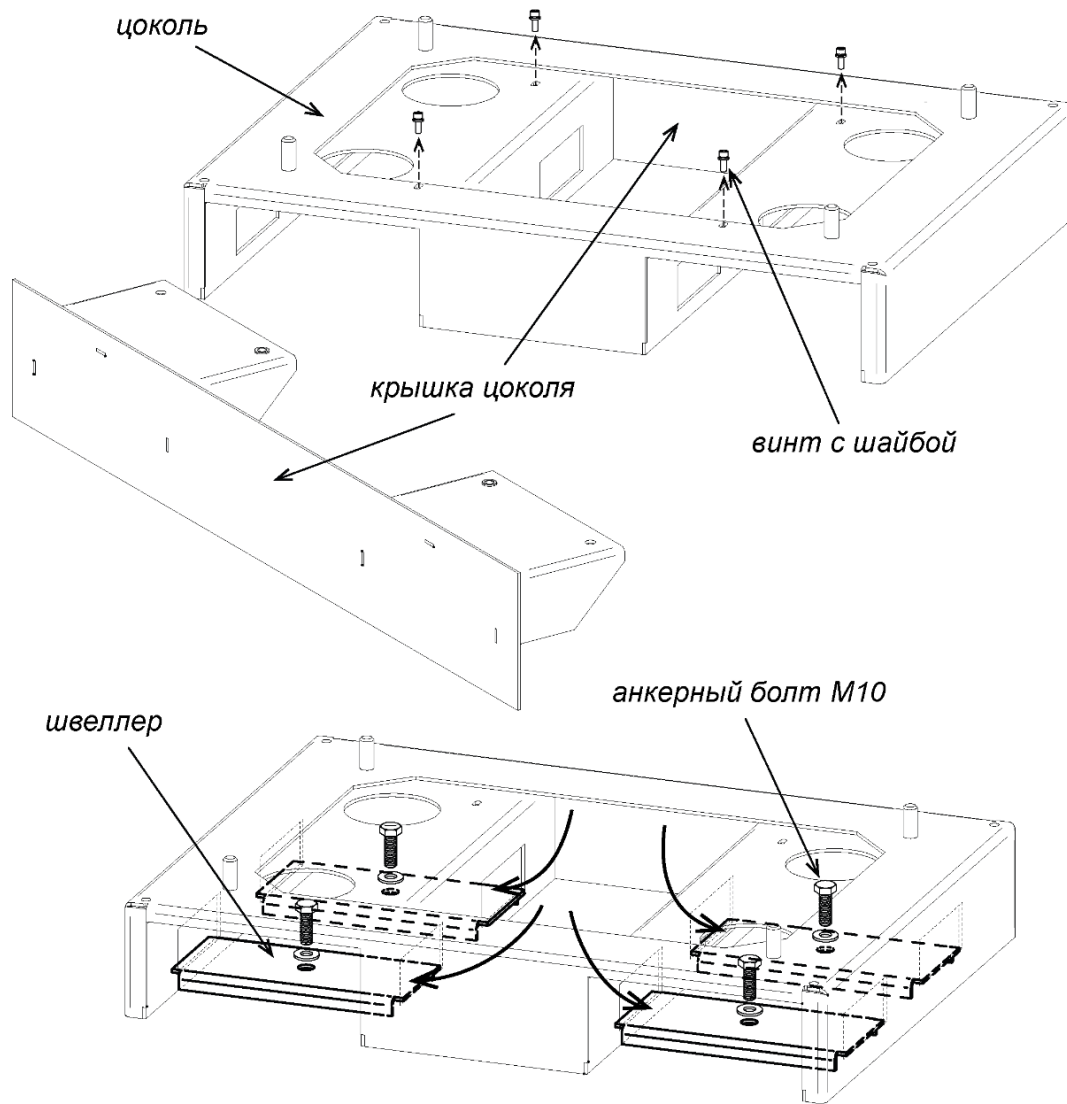

Рисунок 7. Конструкция цоколя и установка швеллеров для крепления паркомата на установочной поверхности
7. Откройте двери нижнего отсека (3) паркомата, для этого откройте ключом замок (16) двери, входящий в комплект поставки. Может потребоваться немного прижать дверь в области замка. Потяните дверь на себя за край, расположенный ближе к замку.
8. Для удобства проведения монтажа снимите заднюю или переднюю крышки цоколя (18) паркомата. Для снятия передней или задней крышки необходимо открутить два винта с шайбами (см. рис. 7).
9. Установите швеллеры внутри цоколя в соответствии с рис. 7. При установке края швеллеров должны опираться на отверстия в цоколе, швеллеры должны свободно скользить в горизонтальном направлении вдоль отверстий.
11. Через отверстия крепления в швеллерах закрепите паркомат анкерными болтами M10 (см. рис. 7).